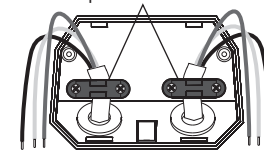

FIG. 6
- Retirar a placa de suporte posterior (vedação com um parafuso no fundo) do corpo do detector (FIG. 6).